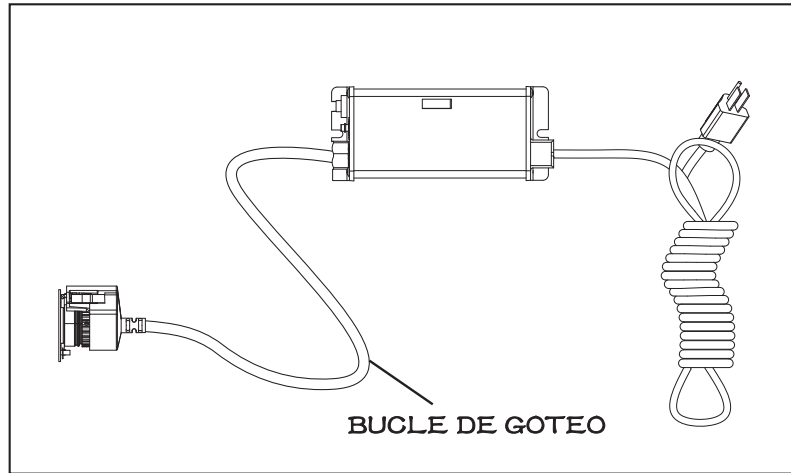

Figura 5 Bucle de goteo
4. Monte el controlador VIQUA ICE de forma horizontal a la pared, cerca de la cámara. Lo ideal sería colocar el controlador sobre la cámara y lejos de cualquier punto de conexión de agua para evitar que se vierta agua en el controlador por medio de fugas en un punto de conexión o un sistema de "transpiración". Asegúrese de permitir un "bucle de goteo", como se muestra en la Figura 5, en la lámpara, el sensor y el cable de alimentación para evitar, de nuevo, que entre agua en el controlador.
- El controlador se debe montar encima o al lado de la cámara. Siempre monte el controlador horizontalmente para evitar que la humedad se filtre por la canalización de los cables y provoque un peligro de incendio. Es muy recomendable usar bucles de goteo en los cables conectados al controlador. Consulte Figura 5.